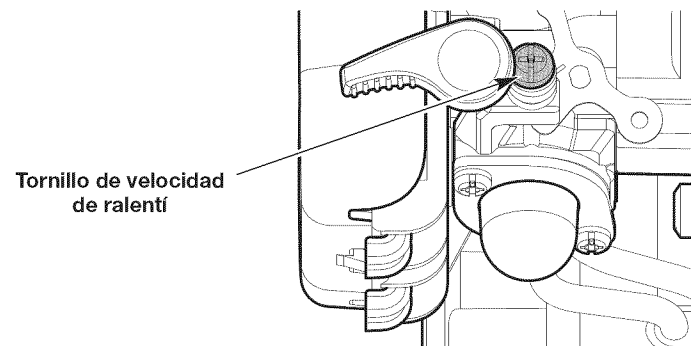

Fig. 17
- Si el motor se para, aumente la velocidad de ralentí. Use un destornillador Phillips pequeño para girar el tornillo de velocidad de ralentí en el sentido de las agujas del reloj, 1/8 de giro cada vez hasta que el motor funciona al ralentí de manera uniforme (Fig. 17).
- Si el cabezal de corte gira cuando el motor funciona al ralentí, reduzca la velocidad de ralentí. Gire el tornillo de velocidad de ralentí en el sentido contrario de las agujas del reloj, 1/8 de giro cada vez, hasta que se detenga el cabezal de corte (Fig. 17).